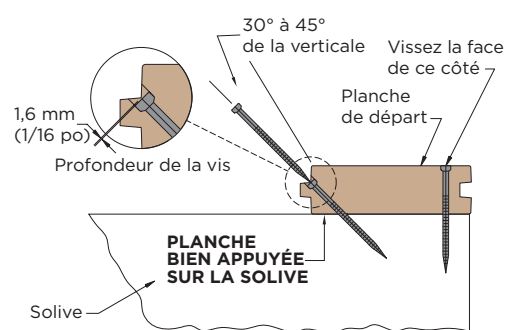

Figure 1
- Puis, fixez la planche à chaque solive en posant un clou ou une vis en angle dans le bouvet, tel qu'illustré à la figure 1.